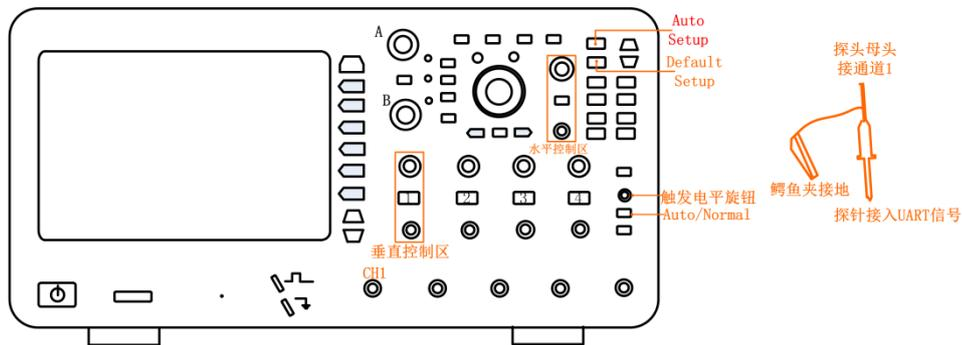

图 10.6 UART 协议连接线路
- 1、在通道 1 中接入 UART 协议,其中探头 BNC 接口接通道 1,探钩接 UART 协议(TXD),鳄鱼夹接地,如图 10.6;